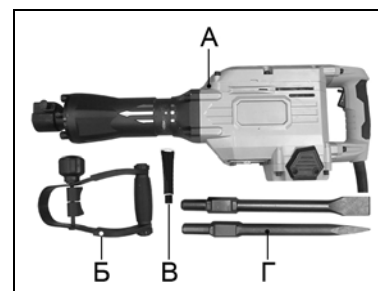

Рис. 1.
3.1. Комплектность молотка представлена в таблице 3 и на Рис. 1.